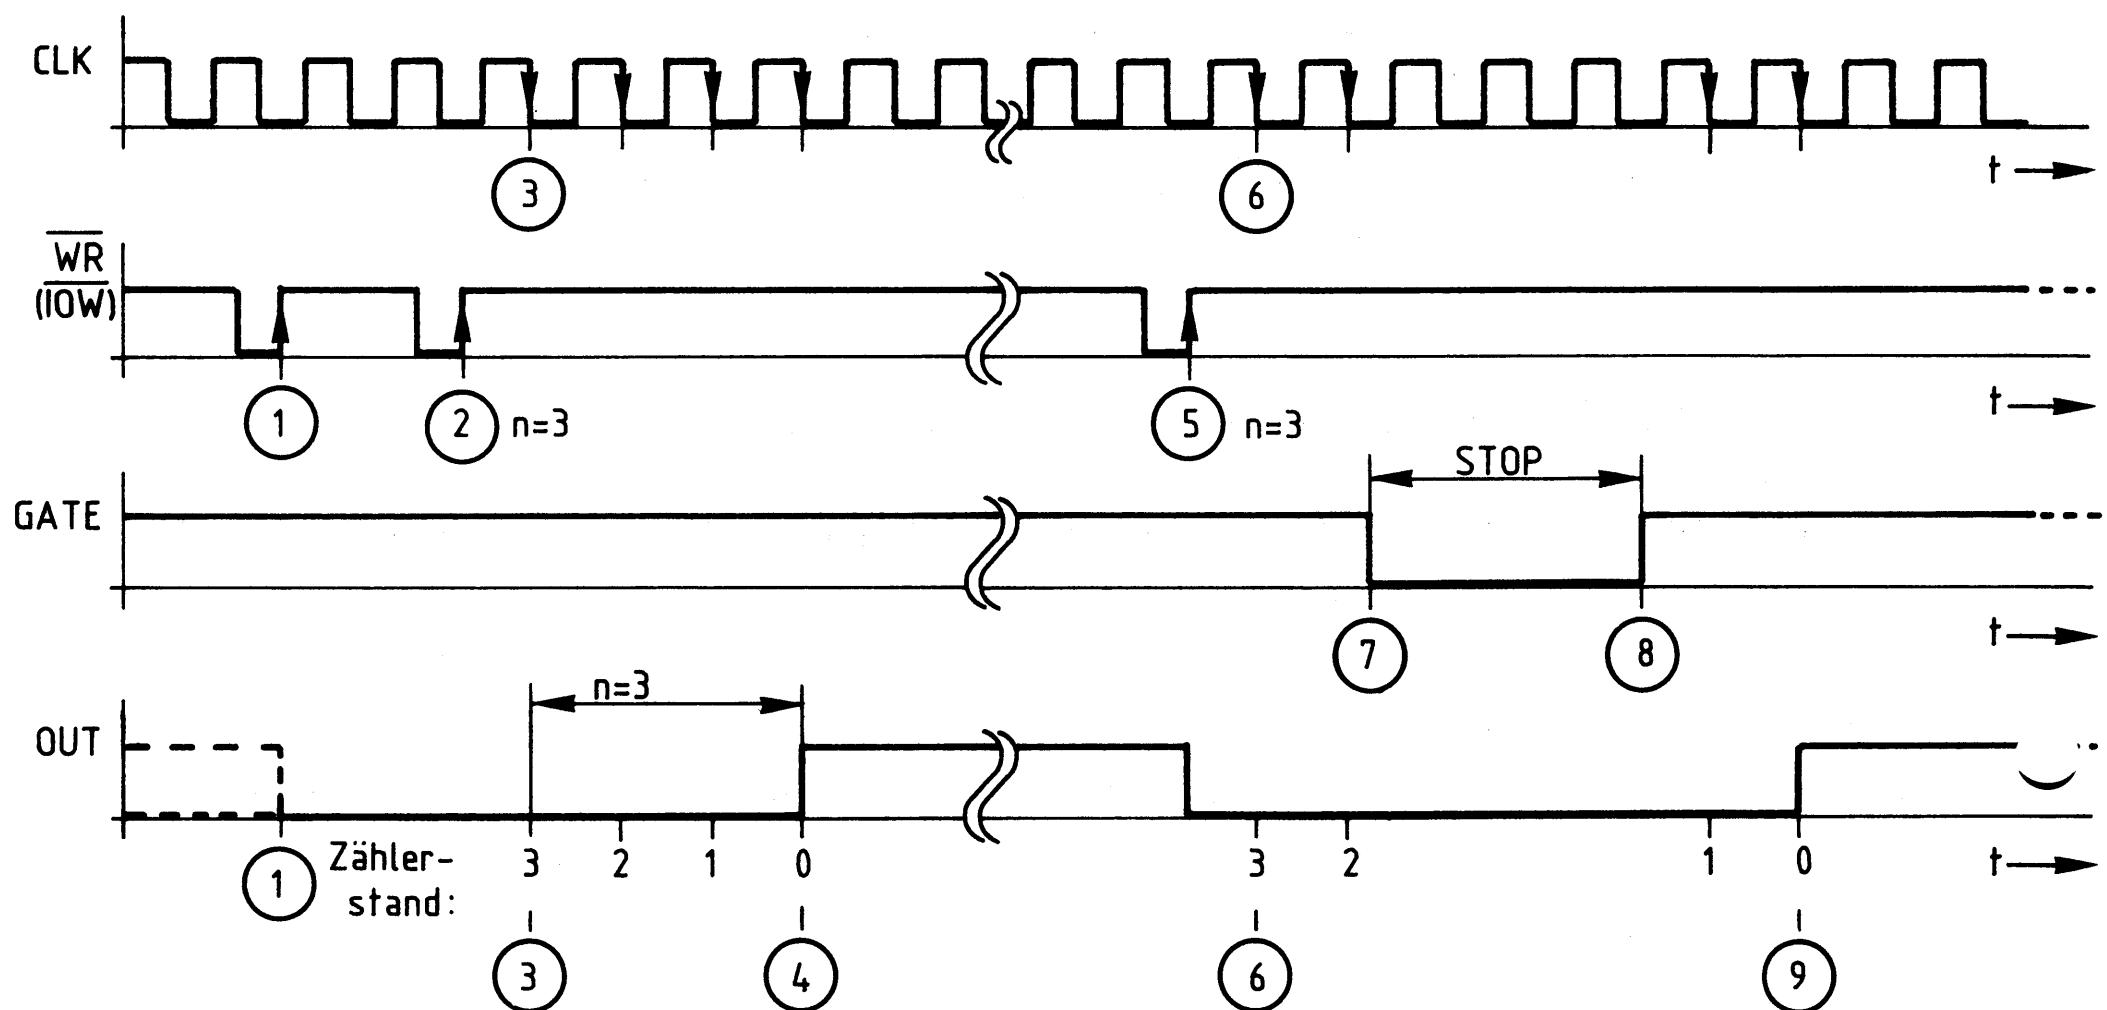

Bild 16: Impulsdiagramm zur Betriebsart 0
Bild 16 zeigt die wichtigsten Zusammenhänge der Betriebsart 0 im Impulsdia gramm.
Erläuterungen zu Bild 16:
- (1) Mit der positiven Flanke des **WR (IOW)**-Signals vom Prozessor ("IOW") wird das Steuerwort für die Betriebsart 0 in das Status-Register des Bausteins geschrieben. "OUT" führt nun L-Signal. Der Zähler arbeitet noch nicht.
- (2) Nun wird der Zähleranfangswert mit einem oder mit zwei Schreibzyklen (je nach Definition lt. Bild 9) in das Zwischenregister des Zählers (Bild 6) geladen. In Bild 16 wird der Wert "3" mit einem Zyklus geladen.